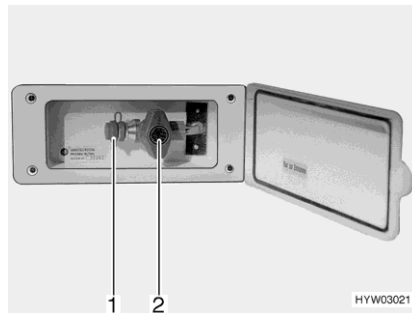

Fig. 133 Raccordement externe de gaz (robinet d'arrêt de gaz fermé)
- Raccorder l'appareil à gaz externe sur le raccord (Fig. 133,1).
- Ouvrir le robinet d'arrêt de gaz (Fig. 133,2).